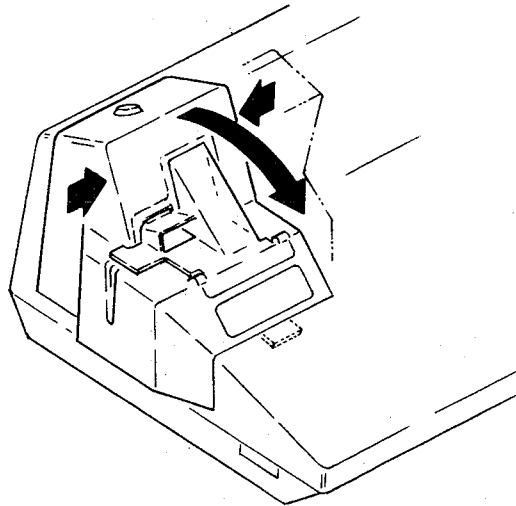

Figura 12
- (1) Desenchufe la ER-6750 por razones de seguridad.
- (2) Extraiga la cubierta de impresora sosteniéndola por sus lados, elevándola girar hacia usted. (Vea la figura 12.)